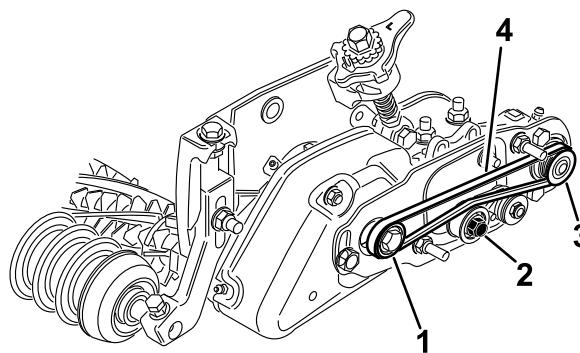

Figura 32
- Passe a correia em redor da polia **acionada** e, em seguida, sobre a parte superior da polia intermédia (Figura 32).
- Inicie a colocação da correia da **transmissão** (Figura 32).